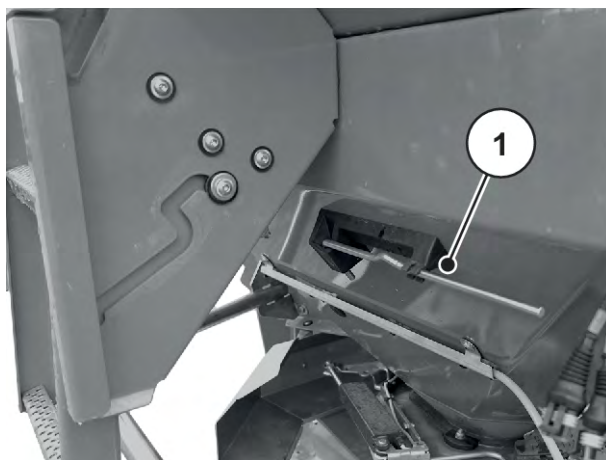

Fig. 31: Poziția manetei de reglare AXIS xx.2
- ▶ Plasați înapoi maneta de reglare pe suportul prevăzut. A se vedea *Fig. 31 Poziția manetei de reglare AXIS xx.2*